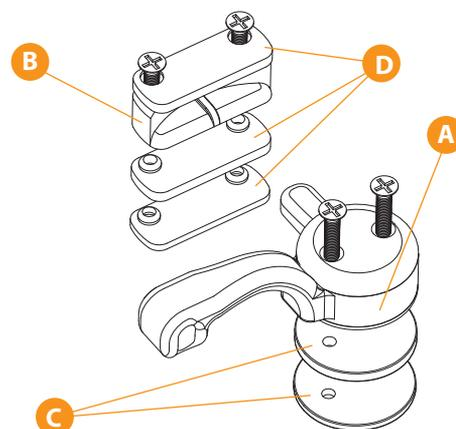
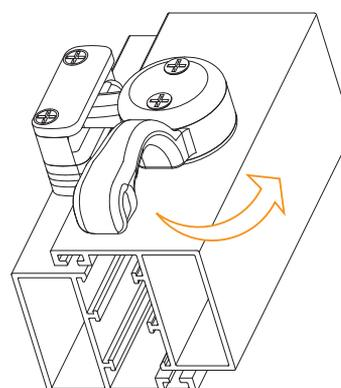

figura 01
figura 02
1. Posizionare la maniglietta A e il riscontro di blocco B (figura 01) nella posizione che si desidera (figura 02 e 03)